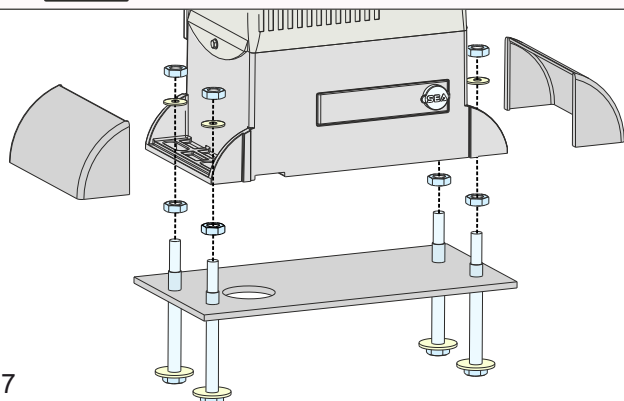
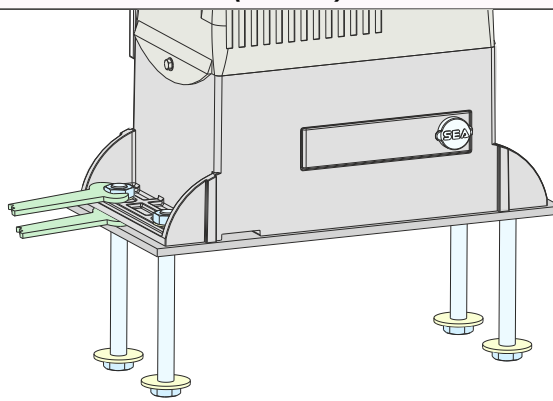

Fig. 7
Fig. 8
4.1. Fijar el operador a la placa de base mediante los tornillos suministrados - Fig. 7, ajustando su posición lateral y altura - Fig. 8, para cumplir con las dimensiones indicadas en la Fig. 5
4.2. Insertar las dos cubiertas de protección a encaje - Fig. 7